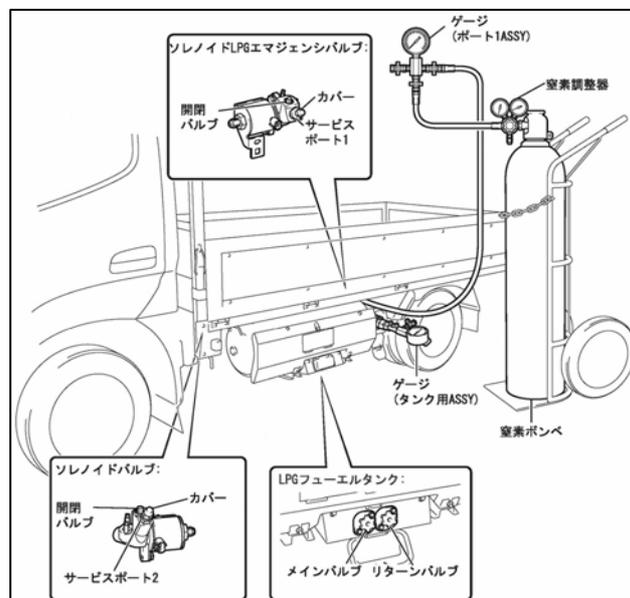

図2
- 窒素ポンペに窒素調整器を介してゲージ(ポート 1 ASSY)を接続する。(図2参照)
- LPG フューエルタンクのメインバルブおよびリターンバルブを全閉にする。(図2参照)
- ゲージ(ポート 1 ASSY)のバルブ A、B を全開にして窒素ガスを配管に封入する。(図1、図2参照)
- 石けん水で、サービスポート1とゲージ(ポート 1 ASSY)の接続部に漏れが無いことを確認する。(図1、図2参照)
- 窒素ガス充てん圧力が設定圧力まで上昇したら、ゲージ(ポート 1 ASSY)のバルブ A を全閉する。(図1、図2参照)
- サービスポート1の開閉バルブ(二面幅6mm 六角スクリュ)を開く。(図2参照)
- IG ON して、ソレノイドバルブを開弁させる。(図2参照)
- LPG フューエルタンクのリターンバルブを開け、約5秒後に全閉する。(図2参照)
- サービスポート1の開閉バルブ(二面幅6mm 六角スクリュ)を全閉する。(図2参照)
- ゲージ(ポート1 ASSY)のバルブ A を全閉であることを確認する。(図1、図2参照)
- ゲージ(ポート1 ASSY)のバルブ A を全開にして窒素ガスを配管に封入する。(図1、図2参照)
・石けん水で、サービスポート1とゲージ(ポート1 ASSY)の接続部に漏れが無いことを確認する。(図1、図2参照)
- 窒素ガス充てん圧力が設定圧力まで上昇したら、ゲージ(ポート1 ASSY)のバルブ A を全閉する。(図1、図2参照)
(図2参照)